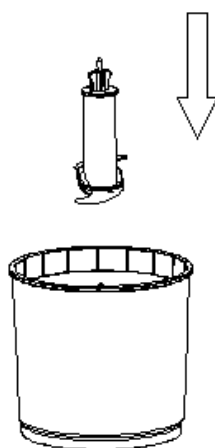

Fig:1
2. Ostrze stalowe założyć w misce do siekania jak jest pokazane na Rys. 1.